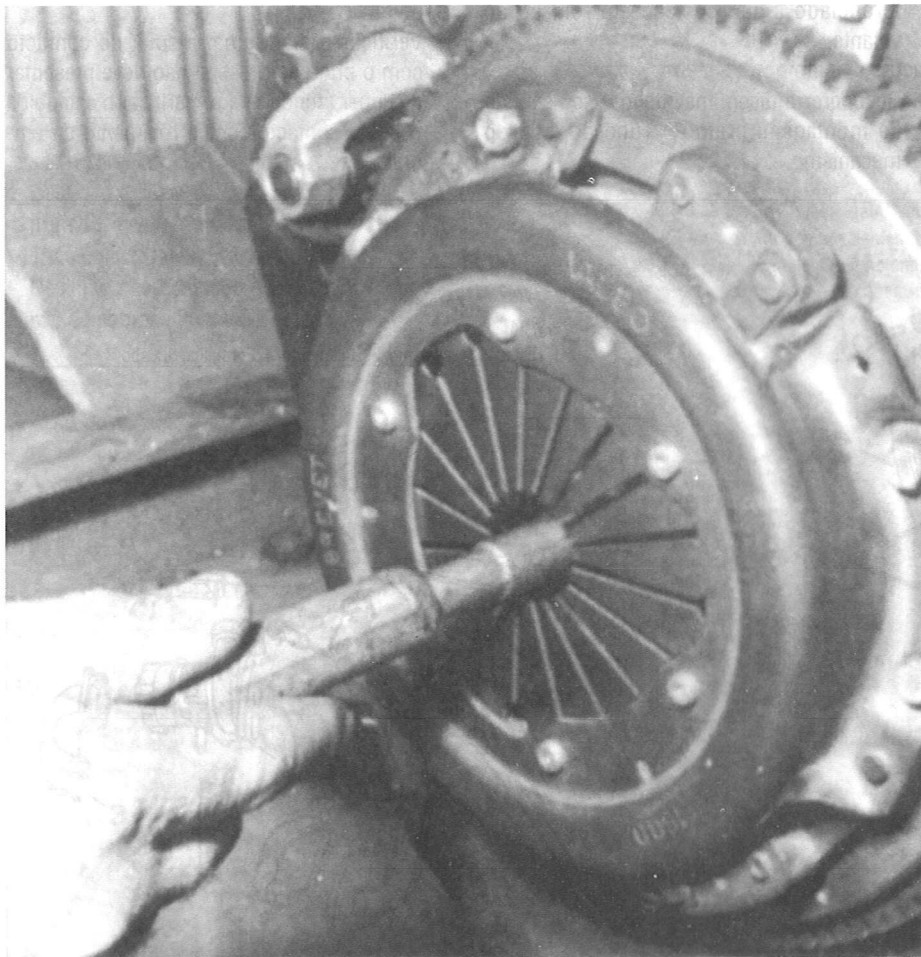

Fig. 35
- Efectuar a centragem do disco com o auxílio do mandril apropriado (Fig. 35).